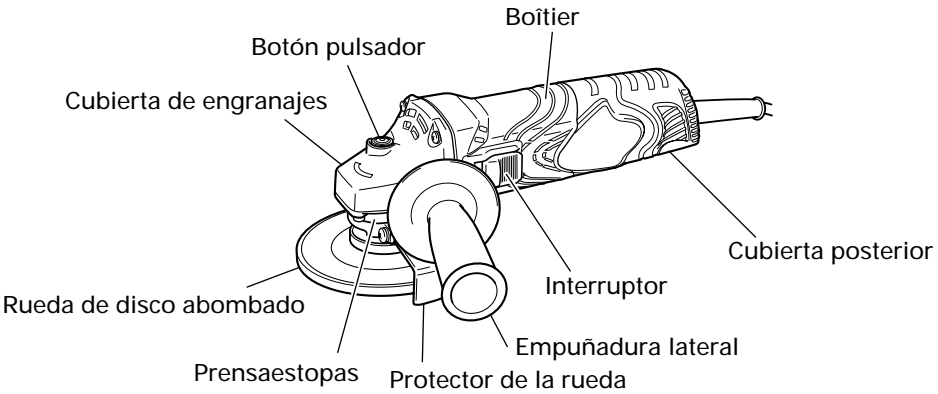

Fig. 1
1. Sujete firmemente la amoladora por su carcasa y la empuñadura lateral (Fig. 1). La amoladora producirá una contrafuerza que habrá que controlar sujetándola firmemente.